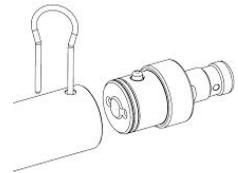

Abb. 19
- Drücken Sie mit der Gabel den Arretierstift hinein und ziehen Sie mit leichten Drehbewegungen das Ausgangsstück ab. (Abb. 19)
- Drücken Sie mit der Gabel den anderen Arretierstift hinein und ziehen Sie das Eingangsstück heraus. (Abb. 19)